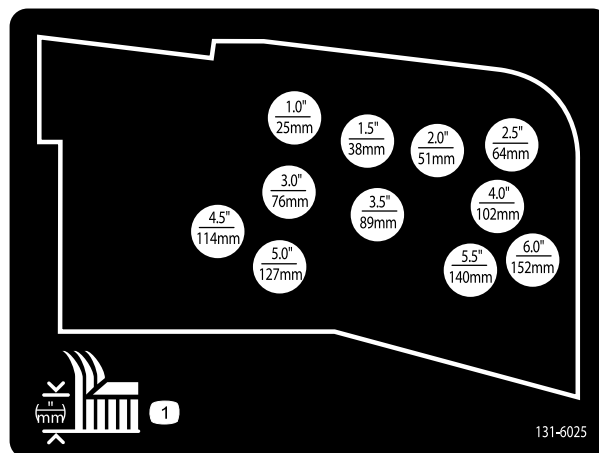

Figure 24
9. Montez les chaînes de hauteur de coupe dans le trou correspondant à la hauteur de coupe voulue à l'aide de l'axe de chape et de la goupille fendue (Figure 24).